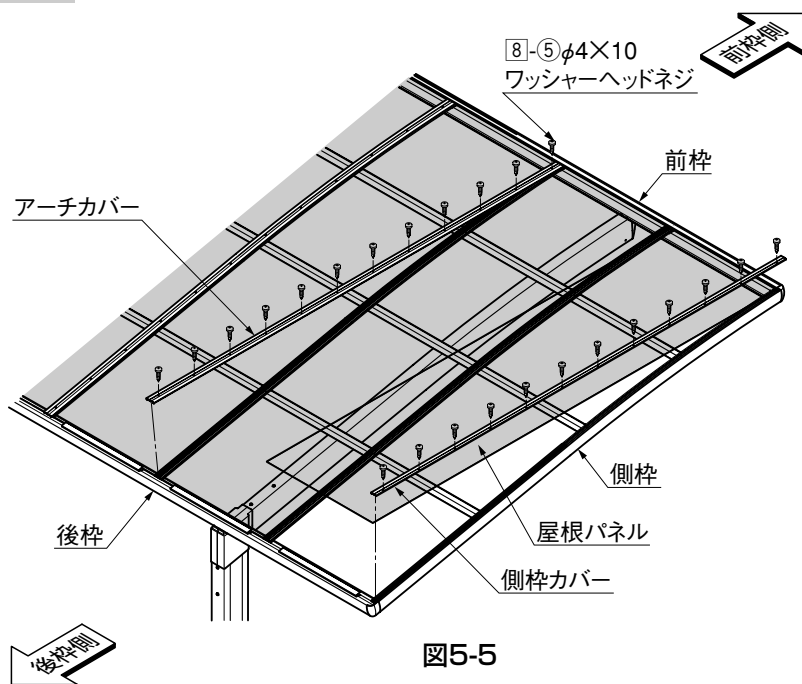

図5-5
- ① アーチカバー・側枠カバーを前枠に突き当てて、前枠側からアーチに[8]-⑤で取付けてください。(図5-5参照)